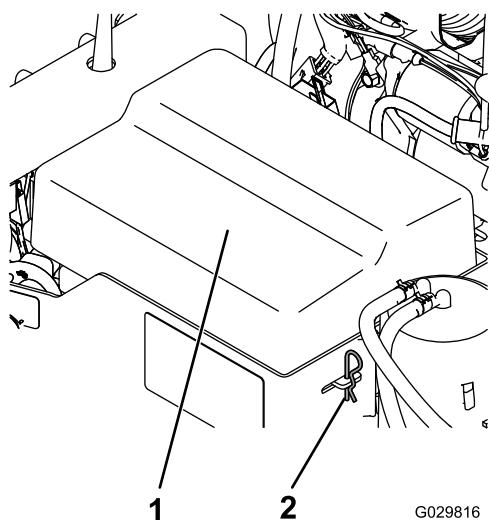

Рисунок 3
1. Удалите 2 шплинта, которые крепят крышку аккумулятора, и снимите крышку (Рисунок 3).
6. Установите крышку аккумулятора на аккумулятор и закрепите ее с помощью 2 шплинтов (Рисунок 3).